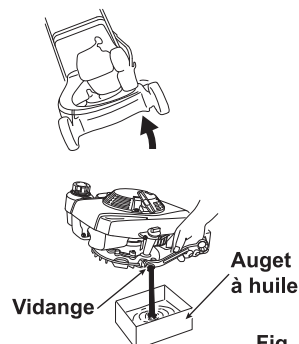
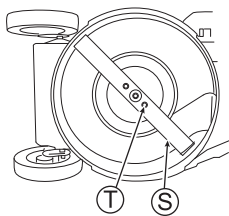

Fig. 33
Fig. 34
(Voir Fig. 33)
- 1 Vérifiez qu'il n'y a pas de problème de particules, de courbure ou d'usure sur la lame (S). (Voir Fig. 33)
- 2 Si la lame (S) ou ses boulons de montage (T) sont "usés", "cassés" ou "déformés", remplacez-les par des pièces neuves correspondant à nos spécifications.
- 3 Vérifiez que les Boulons de montage de la lame (T) sont bien serrés au couple de torsion spécifié. (Voir Fig. 34)
- 2 Serrez complètement les Boulons de montage de la lame (T) à la main.
- 4 Vérifiez que les Boulons de montage de la lame (T) sont bien serrés au couple de torsion spécifié. (Voir Fig. 34)